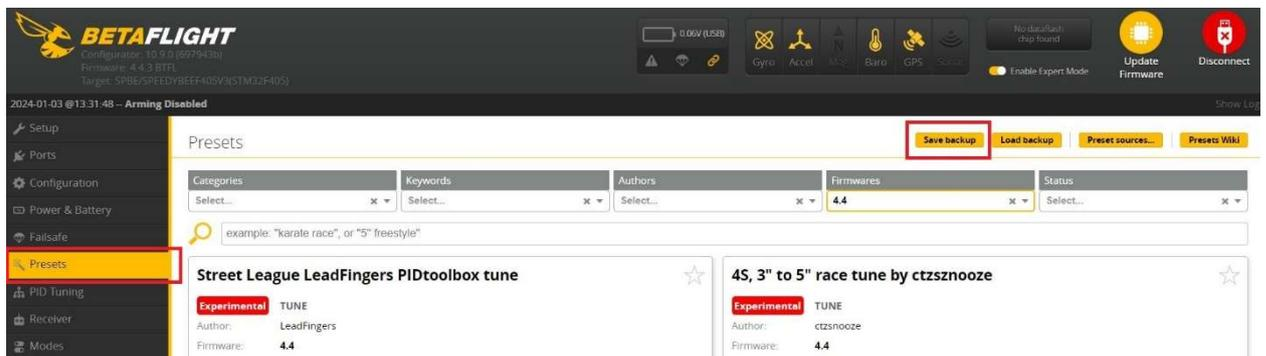

Рис.5 – Вкладка «Presets»
2.3.1 Перед завантаженням нової прошивки виконайте збереження поточних налаштувань FPV-коптера на ваш ПК. Для цього перейдіть на вкладку «Presets» та натисніть кнопку «Save backup», див. рис.5.